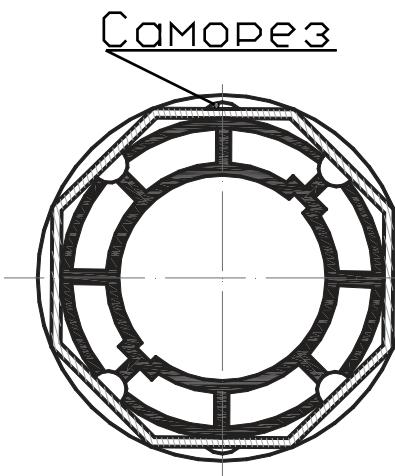
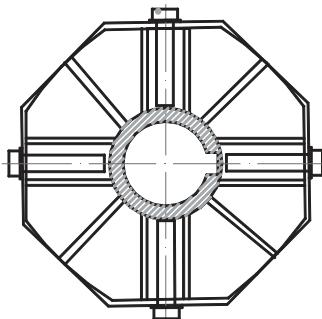

Рис.2. Крепление внутреннего адаптера
Рис.3. Крепление внешнего адаптера
- вставить привод внутрь вала таким образом, чтобы сдвоенные рёбра жёсткости на внешнем адаптере совпали с ранее отмеченной гранью вала (см. рис.3);
- плотно совместив вал с приводом, закрутить крепежные болты для внешнего адаптера (см. рис.3) и 2 самореза как показано на рис.2 для внутреннего адаптера.